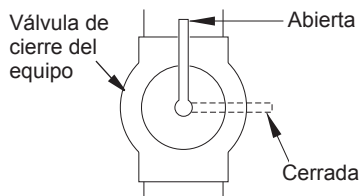

Figura 17 - Válvula de cierre del equipo
1. Cierre la válvula de cierre del equipo (consulte la figura 17).
1. Abra la válvula de cierre del equipo (consulte la figura 17, página 50).